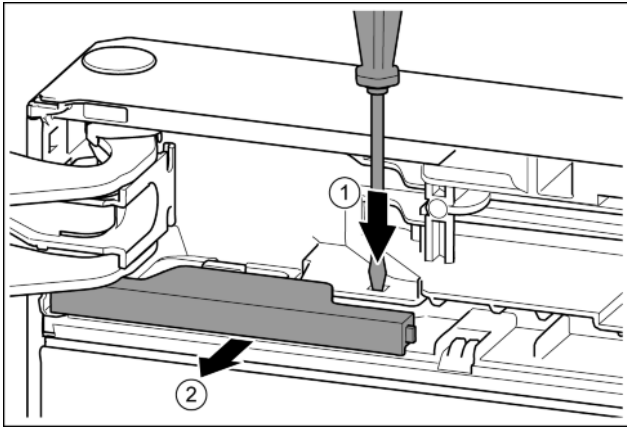

Fig. 10
- ▶ Lip met de sleufschroevendraaier indrukken. Fig. 10 (1)
- ▶ Afdekking uit de vergrendeling trekken. Fig. 10 (2)